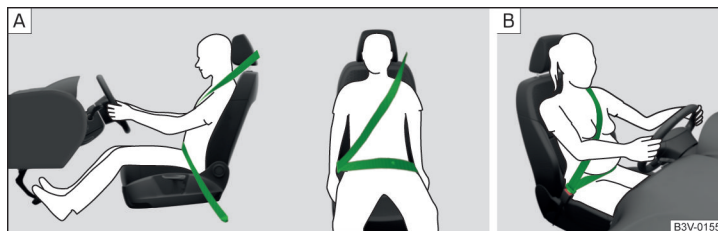

Fig. 4 Sådan skal selen sidde over skulder og hofter. / Sådan skal gravide placere selen.
**Selens skulderdel** skal sidde ca. midt på skulderen (aldrig over halsen) og tæt ind til kroppen » Fig. 4 – [A].
**Selens hoftedel** skal sidde hen over hofterne (ikke over maven) og altid tæt ind til kroppen » Fig. 4 – [A].
På **gravide** skal selens hoftedel sidde så lavt hen over hofterne som muligt, så den ikke trykker på underlivet » Fig. 4 – [B].